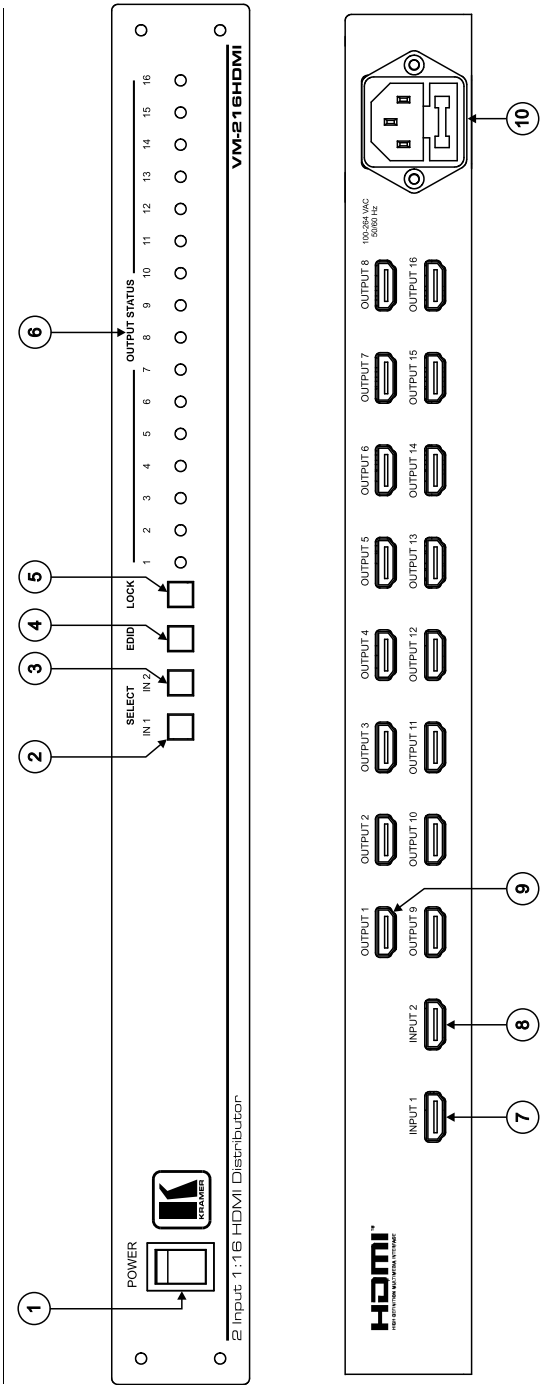

Figure 3: VM-216HDMI 2 Input 1:16 HDMI Distributor
- **VM-216HDMI**, see Figure 3